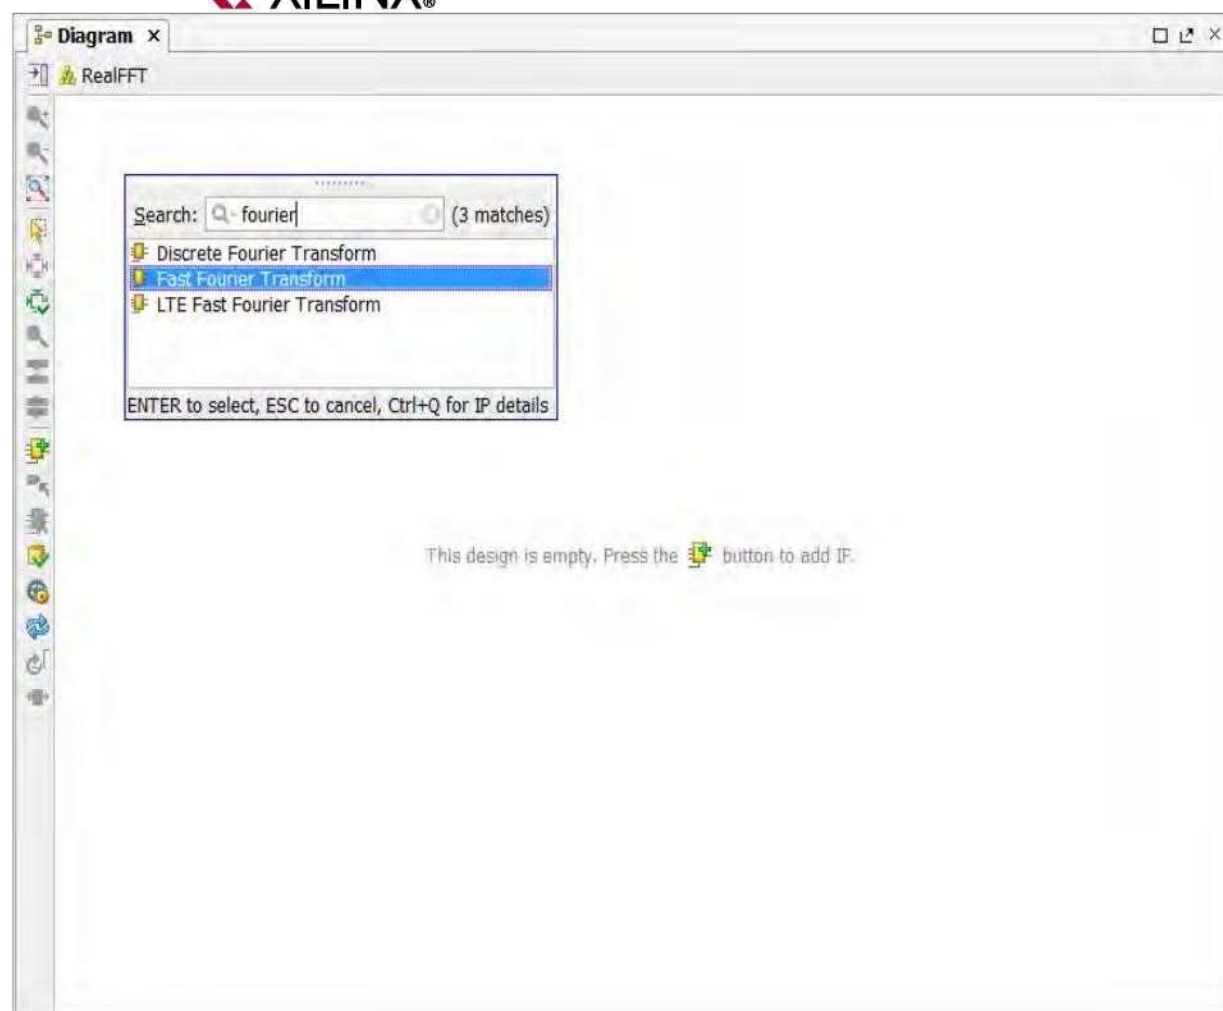

图9-11: 添加 Xilinx FFT IP
2. 在 Diagram 选项卡中单击 Add IP 链接(图 9-11)。